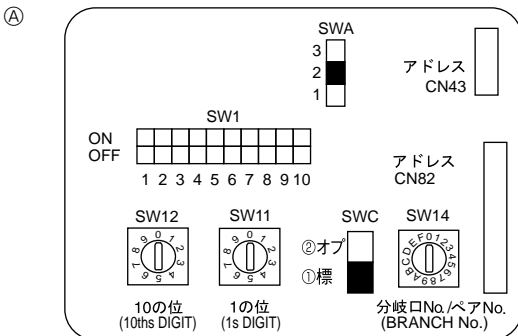

Fig. 6-4
6.5. Adreslerin düzenlenmesi (Fig. 6-4)
6.6. Farklı tavan yükseklikleri için anahtar düzenlemesi (Fig.6-4)
6.7. Oda sıcaklığının uzaktan kumanda ünitesindeki entegre sensörle algılanması (Fig.6-4)